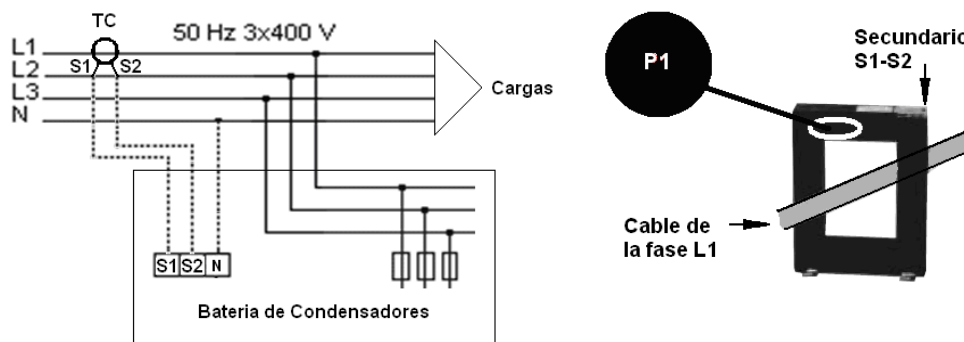

Fig. 5-3 .- Colocación del transformador de corriente (TC) (externo)
5.3.5 Conexión del transformador de corriente (TC)
<p>Es necesario colocar un transformador de corriente (TC) exterior a la batería, midiendo la corriente total de carga más batería (ver Fig. 5-3).</p> <p>El transformador estándar tiene salida nominal de 5A en el secundario. Es aconsejable conectar el TC a la fase L1 con el sentido de la corriente de P1 a P2 (ver Fig. 5-3) y conectar el secundario (bornes S1, S2) a los bornes del mismo nombre de la batería (ver Fig. 5-3).</p> <p>Evitar paso de corriente por el primario del TC antes de conectarlos a los bornes S1 S2 de la batería. Si debe instalarse el TC con la instalación en carga, cortocircuitar S1 y S2 mientras no se conecten a la batería.</p>